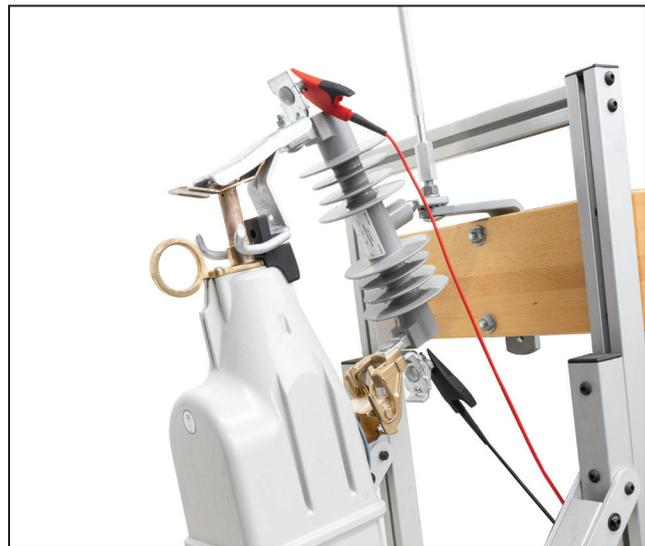

Figura 8. Colocación adecuada de los cables de prueba.
**PASO 9.** Conecte el cable rojo de corriente al contacto del extremo de la mordaza y el cable negro de corriente al contacto del extremo de la bisagra del reconnector TripSaver II como se muestra en la Figura 8. Asegúrese de que los cables estén bien sujetos.